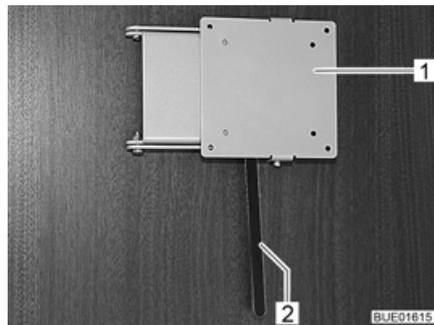

Bild 92 Halterung mit Entriegelungshebel
- Den Entriegelungshebel (Bild 92,2) zur Seite drücken und die Halterung (Bild 92,1) mit dem Flachbildschirm in die gewünschte Position drehen.
- Flachbildschirm zurückdrehen, bis die Halterung (Bild 92,1) in die Verriegelung einrastet.